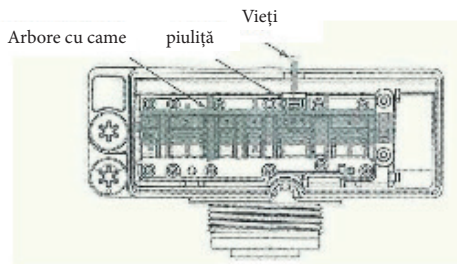

Figura 1
2. Introduceți piulița în carcasa corespunzătoare a plăcii de deasupra clapetei de bypass (consultați "Figura 1").